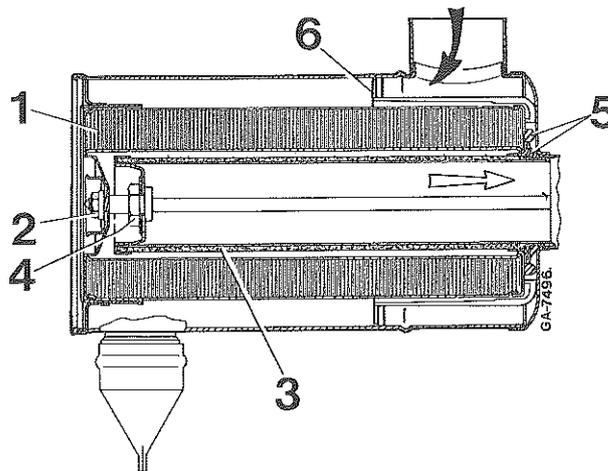

Figure 69
L'air aspiré est animé d'un tourbillon rapide autour de l'élément filtrant en passant par les ailettes (6), Fig. 69.
Il faut effectuer l'entretien de l'élément principal du filtre (1, Fig. 69), quand la lampe-témoin (G), Fig. 6 s'allume.
REPLACEMENT DE L'ÉLÉMENT DE SÉCURITÉ (3) Fig. 69
ELEMENT PRINCIPAL (1) Fig. 69
- 2 - Otez l'écrou (2) Fig. 69.
- 3 - Déposez l'élément principal (1). Prenez soin de ne pas faire tomber de saletés sur l'élément (3).
- 4 - Vérifiez le bon état du joint (5) situé à l'extrémité de l'élément. S'il manque ou s'il est détérioré, changez l'élément. Vérifiez également le joint de l'écrou (2) et changez-le si nécessaire.
1 - Engagez l'extrémité ouverte de l'élément neuf (1) dans le corps de filtre par dessus l'élément (3). Fixez-le au moyen de l'écrou (2) Fig. 69.
ELEMENT DE SECURITE DU FILTRE (3) Fig. 69